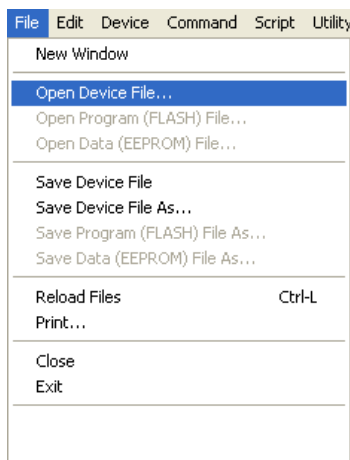

Рис. 3.1 – Меню «File»
-> «PonyProg2000». Затем в меню «File» необходимо выбрать пункт «Open Device File» (см. рис. 3.1).